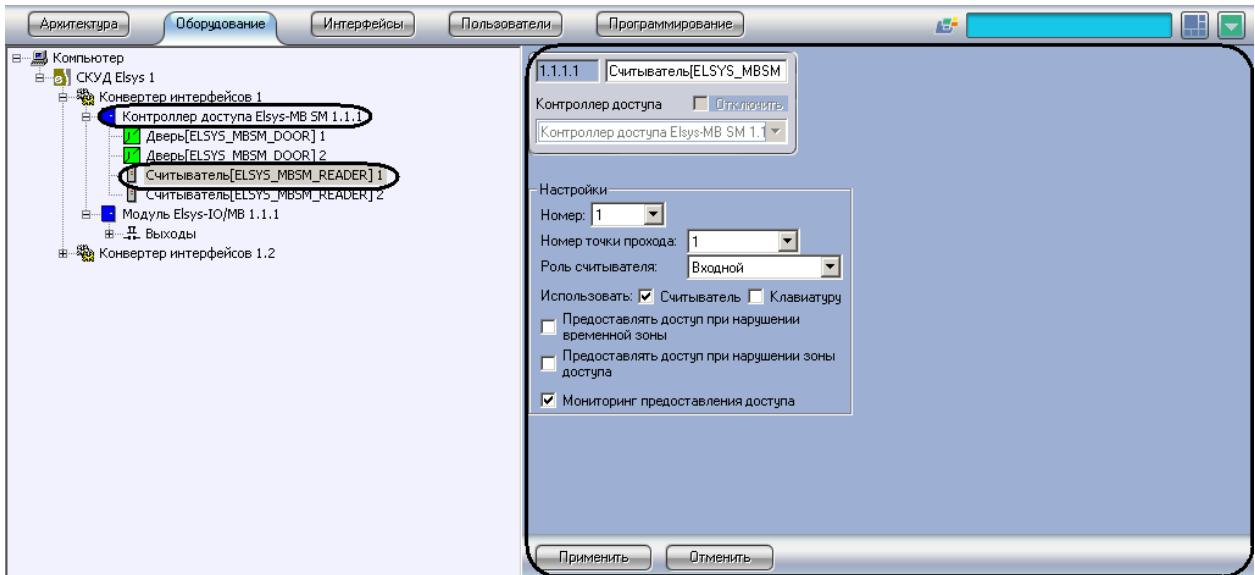

Рис. 3.4-3 Создание объекта Считыватель
1. Создать на базе объекта Контроллер доступа Elsys-MB SM объект Считыватель (Рис. 3.4-3).